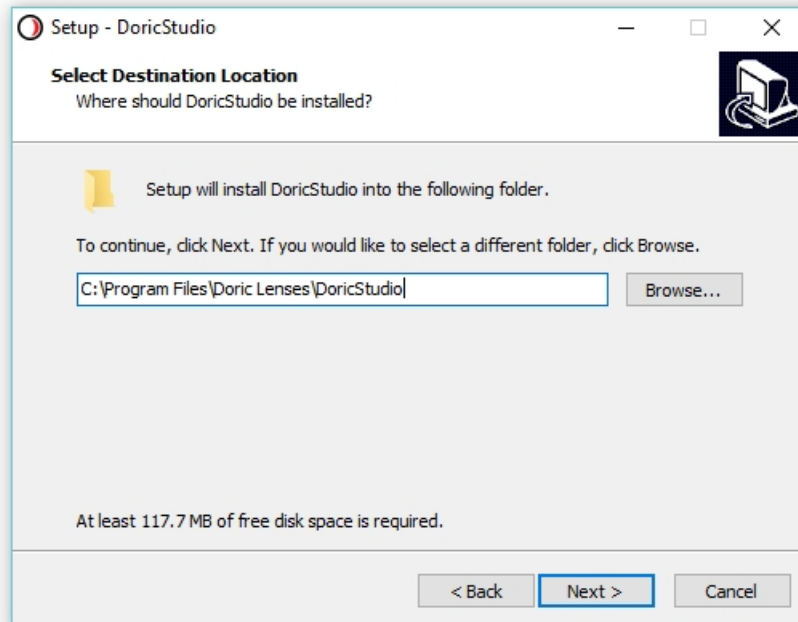

Figure 3.2 : Sélectionner l'emplacement de la destination
5. **Choisissez** l'endroit où installer le logiciel (Fig. 3.2) et cliquez sur **Suivant**.